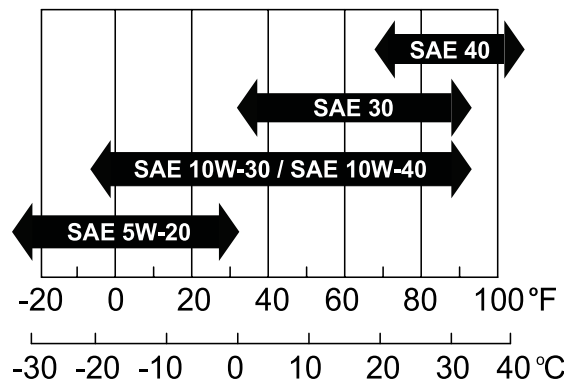

Figure 13
- **Viscosité :** SAE 30 ; reportez-vous au tableau suivant pour d'autres viscosités (Figure 13) :